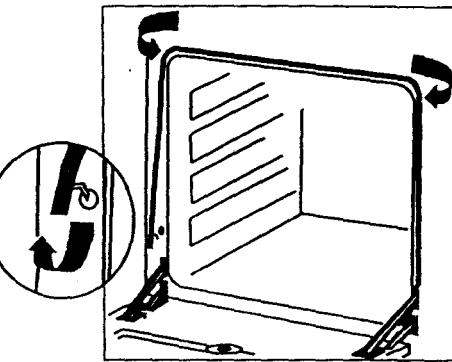

Рисунок 18 - Снятие резинового уплотнения
- Когда Вы моете плиту внутри, резиновое уплотнение дверцы жарочного электрошкафа лучше снять, вынув металлические скобы из отверстий (рисунок 18).